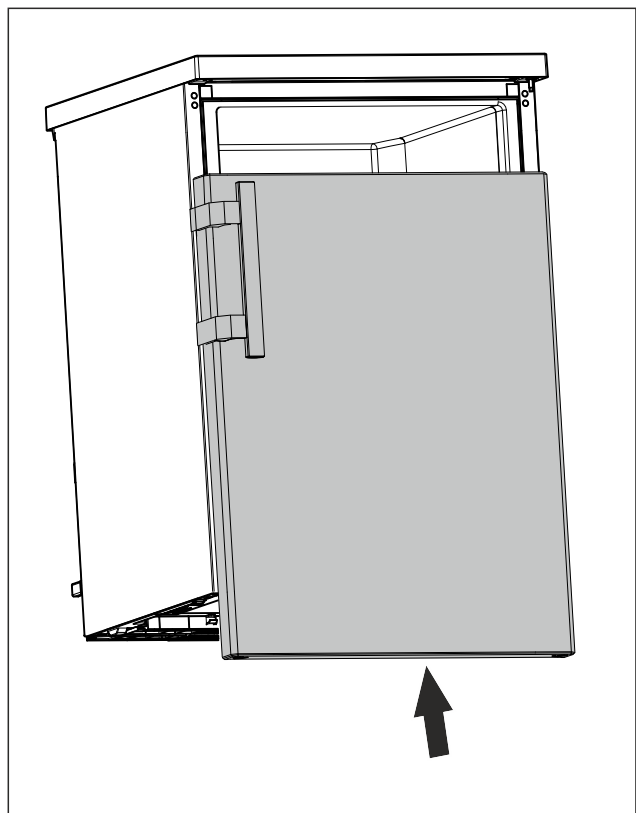

Fig. 24
- ▶ Pousser la porte fermée sur l'axe supérieur. (voir Fig. 24)